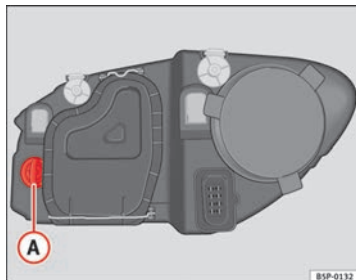

Abb. 187 Glühlampe für Blinker
- Den Lampenträger ⇒ Abb. 187 **A** nach links drehen und ziehen.